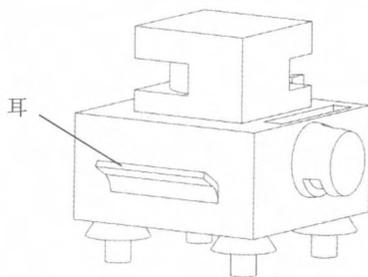

图 3-23 创建耳特征
- (3) 单击“确定”按钮 ，把“耳”的“厚度”设为 3mm，“半径”设为 10mm，“折弯角”设为 60° ，创建耳特征，如图 3-23 所示。